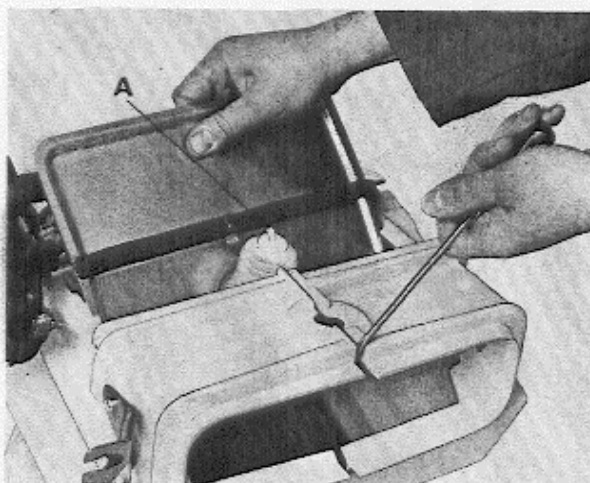

Abb. 8-34 Einbau der Frischluftklappe mit Unterdruck-Steuerbalg
7. Luftklappe mit Steuerbalg und Rückholfeder in der Zentraleinheit anbringen (Abb. 8-34).